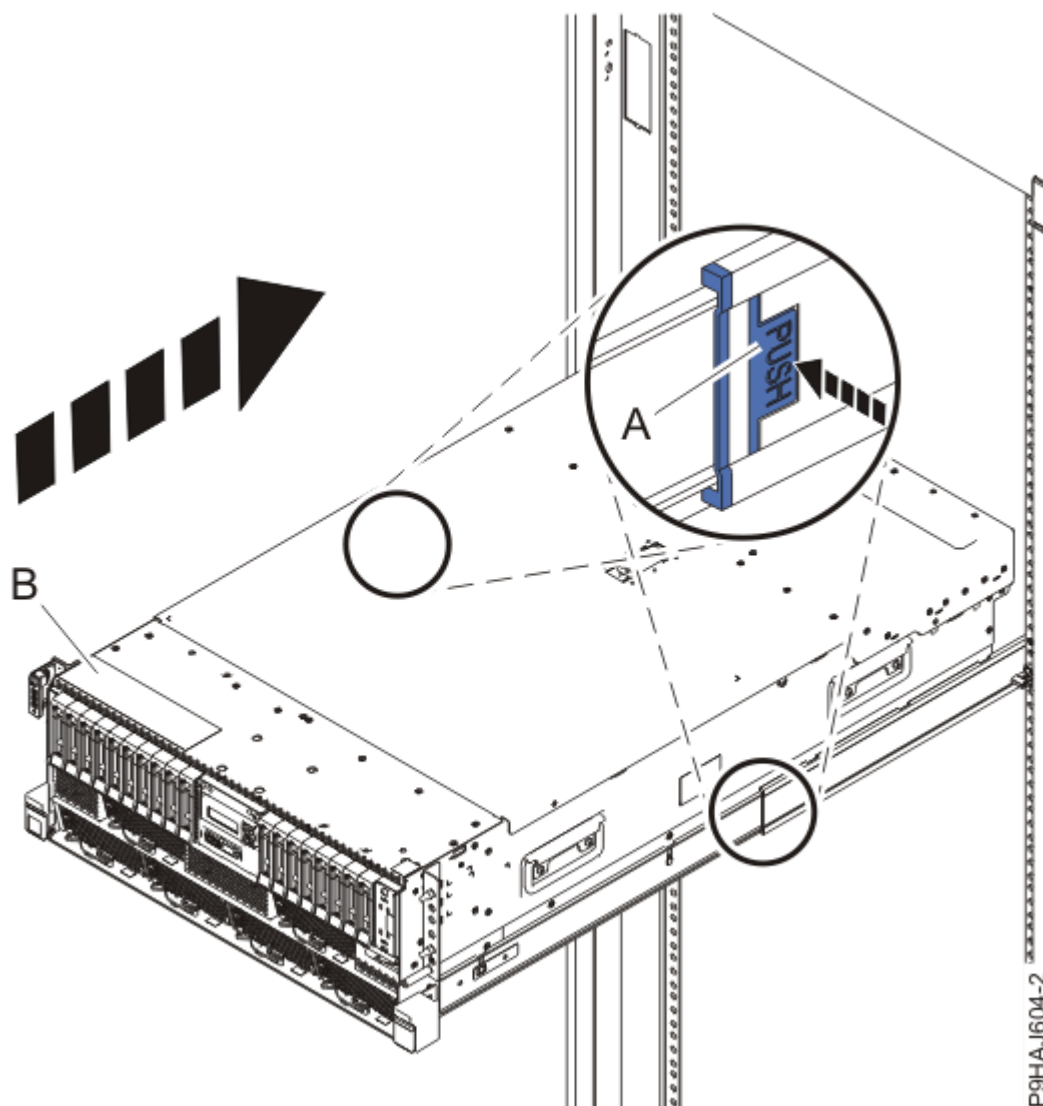

Figure 100. Mise en position de fonctionnement du système
3. Pour un système monté en armoire, déverrouillez les loquets de sécurité bleus **(A)** en les poussant vers l'intérieur, comme illustré dans la Figure 100, à la page 114.